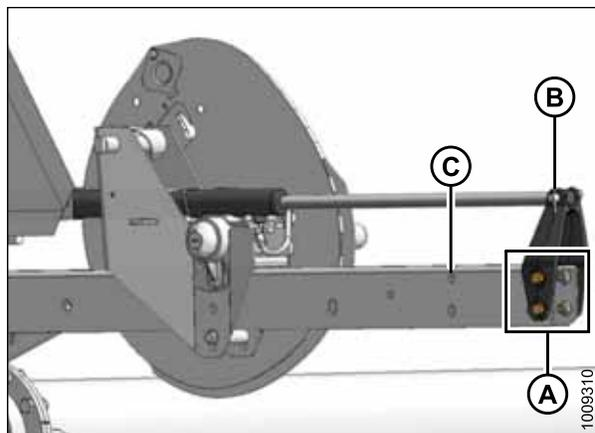

Рисунок 3.40: Переднее положение
- Переднее положение, см. рис. 3.40, страница 74